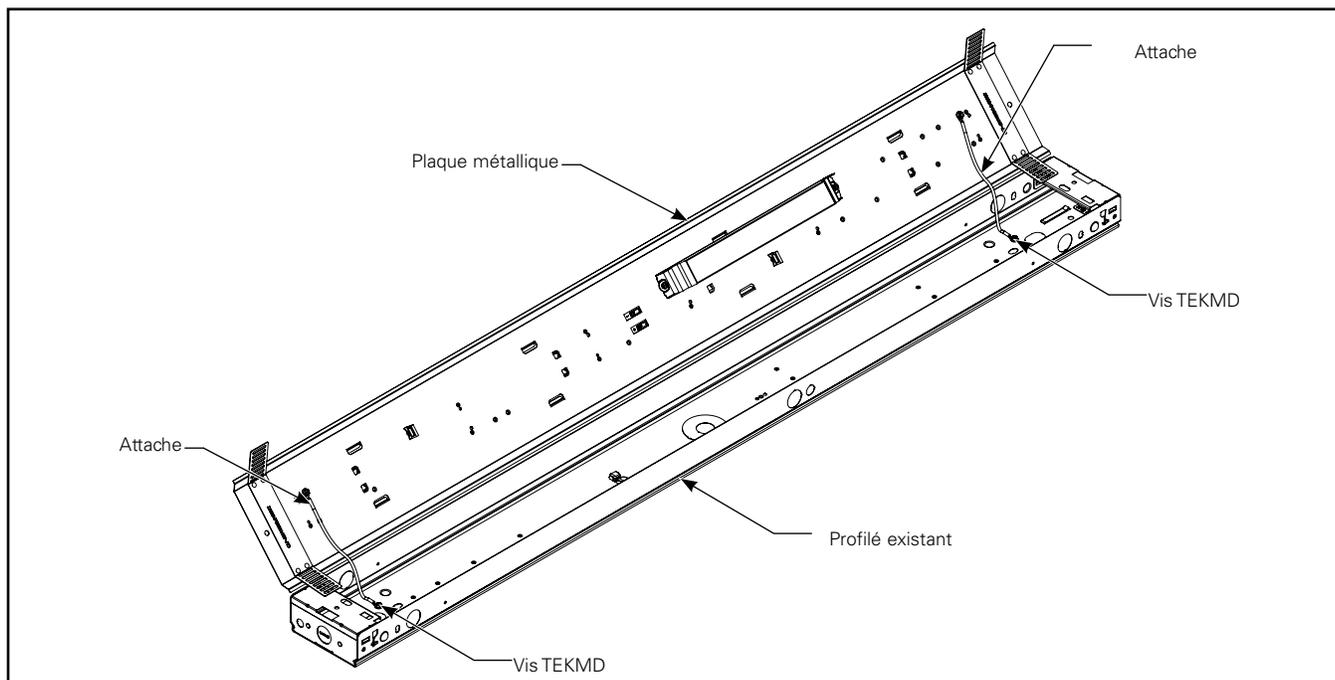

Figure 2.
5. Utilisez deux (2) vis TEKMD pour fixer les attaches de la plaque métallique au luminaire existant. (Figure 2.)